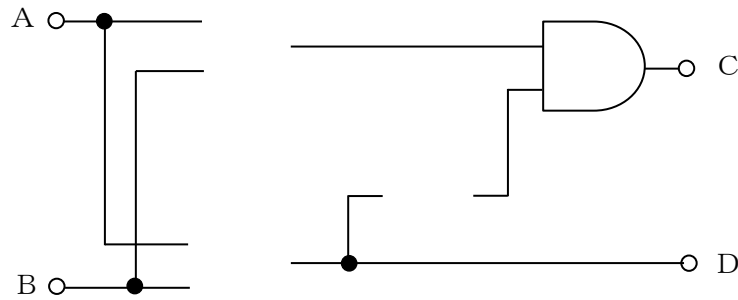

図5-3
- (3) 図5-3において、端子AとBに表5のとおり信号を入力したとき、端子CとDに表5のとおり出力がなされる論理回路になるように図5-3に論理積 (\square), 論理和 (\cup), 否定 (\triangleleft) を書き入れよ。このとき、真を1とし、偽を0とする。